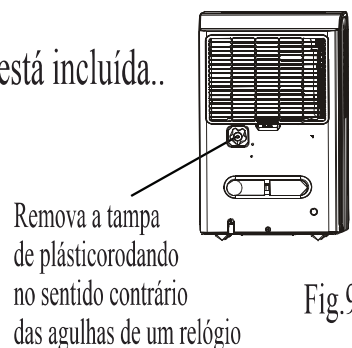
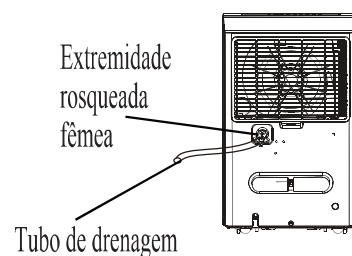

Fig.9
Fig.10
- Retire a tampa de plástico da saída de drenagem na parte traseira do aparelho e coloque-a de lado, em seguida, insira o tubo de drenagem na saída de drenagem e conecte-a ao dreno de solo ou ao equipamento de drenagem apropriado (ver Fig. 9 e Fig. 10). Quando retirar a tampa de plástico, se houver água na saída de drenagem na parte de trás do aparelho, deve ser secada.